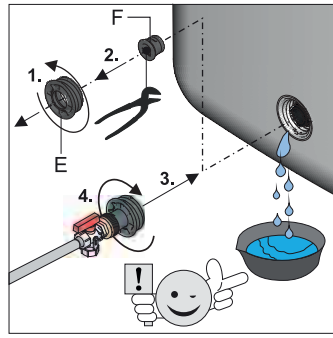

Bild 6-4 KFE-Befüllanschluss in Füll- und Entleeranschluss einschrauben
- Am Füll- und Entleeranschluss das Gewindestück (Bild 6-4, Pos.E) herausdrehen, sowie den Verschlussstopfen (Bild 6-4, Pos.F) entfernen **und sofort** den vormontierten Gewindeinsatz mit **KFE-Befüllanschluss** in den Füll- und Entleeranschluss (Bild 6-4) wieder **einschrauben**.